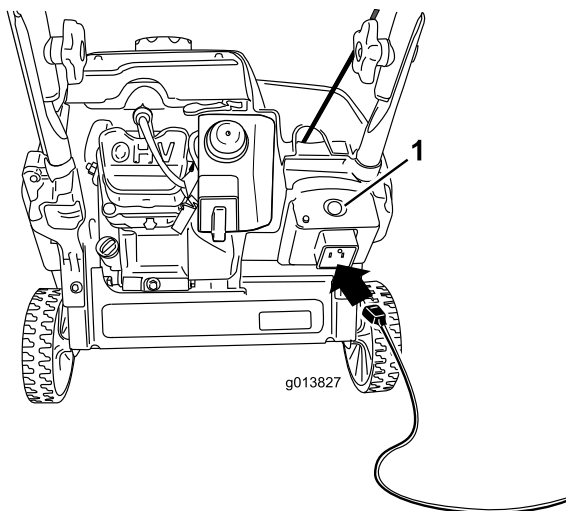
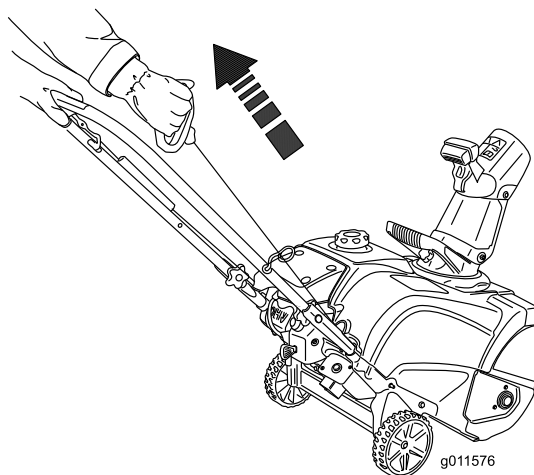

Figure 15
Figure 16
4. Raccordez la rallonge au secteur et à la machine, puis appuyez sur le bouton du démarreur électrique (modèle à démarrage électrique seulement) comme montré à la Figure 15, ou tirez la poignée du lanceur (Figure 16).